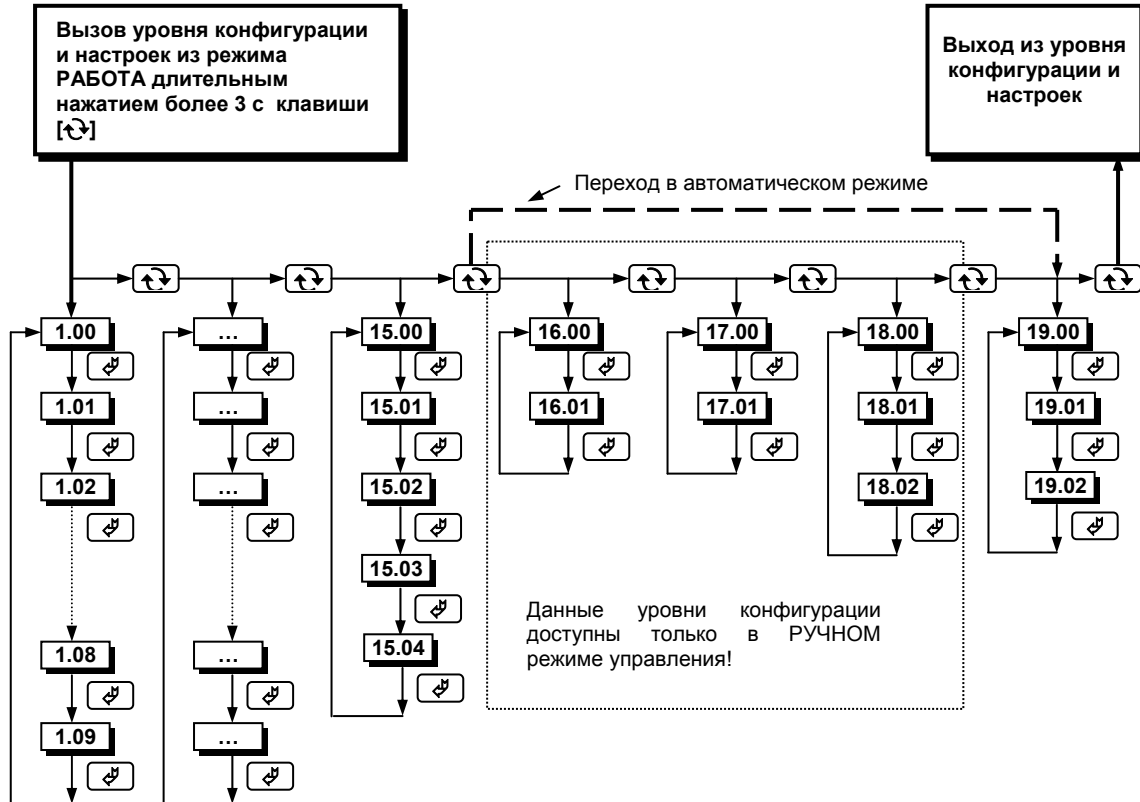

Рисунок 6.2 – Диаграмма уровней конфигурации и настроек
- Параметры разделены по группам, каждая из которых называется "уровень". Каждое заданное значение (элемент настройки) в этих уровнях называется "параметром". Параметры, используемые в регуляторе МИК-25, сгруппированы в следующие 19 уровней и представлены на диаграмме – см. рисунок 6.2. Индикация значения параметров конфигурации и их номеров указаны на рисунке 6.3.